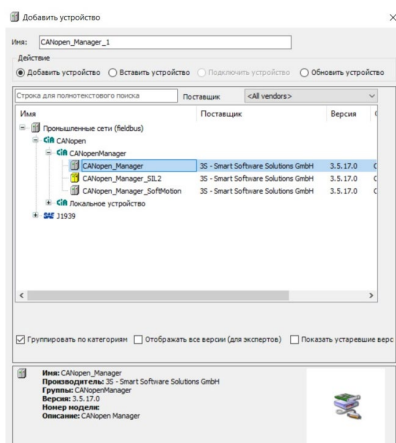

Рис.7 Добавление CANopen\_Manager
3. Далее Пользователю требуется нажать правой кнопкой мыши на объект "CANbus (CANbus)" и, выбрав "Добавить устройство...", перейти в категорию "Промышленные сети (fieldbus) > CANopen > CANopenManager", выбрать объект "CANopen\_Manager" и двойным щелчком добавить его в дерево проекта (Рис. 7). Далее, Пользователь должен закрыть окно добавления устройств.